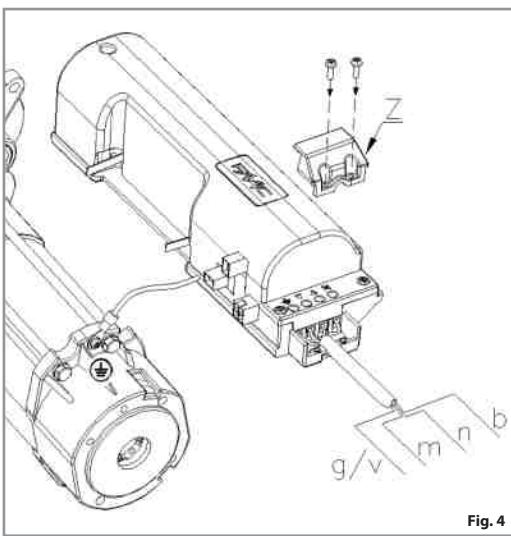

Fig. 4
- 16) Passer le câble d'alimentation par le presse-étoupe «Z» effectuer les connexions (Fig.4). Important: respecter le commun du moteur «b» et connecter la terre. Avec électrofrein, il faut enlever le pont (**Z**) et connecter la bobine de l'électrofrein (**V**), (voir figure 6).
- 16) Pasaremos el cable por dentro el pasacables «Z» y haremos las conexiones del motor (Fig.4). Es muy importante respetar el común del motor “b” y conectar el cable de tierras. Con electrofreno, quitar el puente (**Z**) y enbornar la bobina del electrofreno (**V**), (ver gráfico 6).
- 16) Insira o cabo de alimentação no passa-fios "Z" e execute as ligações (ver fig. 4). É importante respeitar a ligação comum do motor "**b**" e executar a ligação à terra. Caso aplique o travão elétrico, remova a ponte (**Z**) e nos mesmos contactos ligue os 2 fios da bobina (**V**), (ver figura 6).